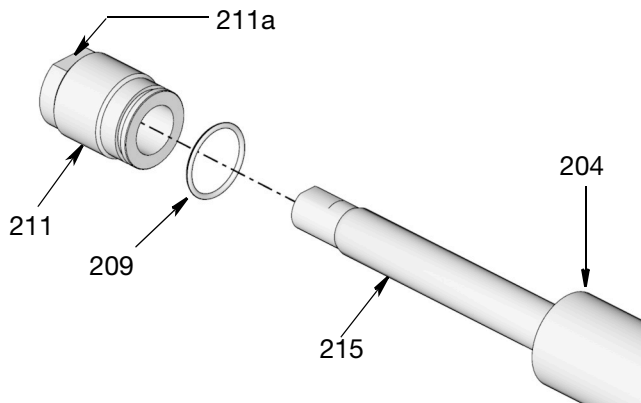

图 30
- a. 在填料杆 (215) 的平面上使用扳手。拧下六角螺母 (219)。
- b. 拧下铲 (216) 螺丝并将其从填料杆 (215) 上拆下。
17. 在密封固定环 (211) 的平面 (211a) 使用扳手, 在泵气缸 (204) 上使用带绕扳手, 相反方向用力, 从泵气缸 (204) 上拧松并拆下适配器及 O 形圈 (209) (图 30)。丢弃 O 形圈。使用包括在套件中的新 O 形圈进行重装。